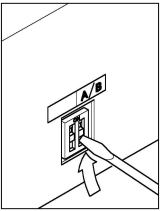

Fig. 1
- Per portare gli apparecchi a gruppo "B" commutare il DIP-SWICHT (vedi fig. 1).